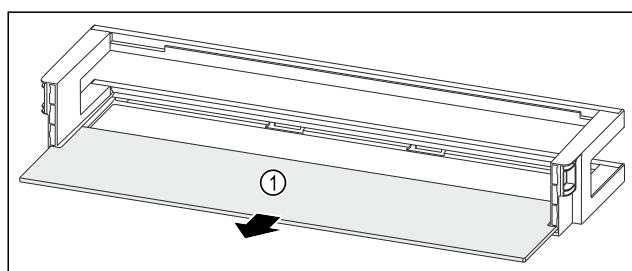

Fig. 136 Balconcino controporta con ripiano
- ▶ Rimuovere il ripiano Fig. 136 (1).